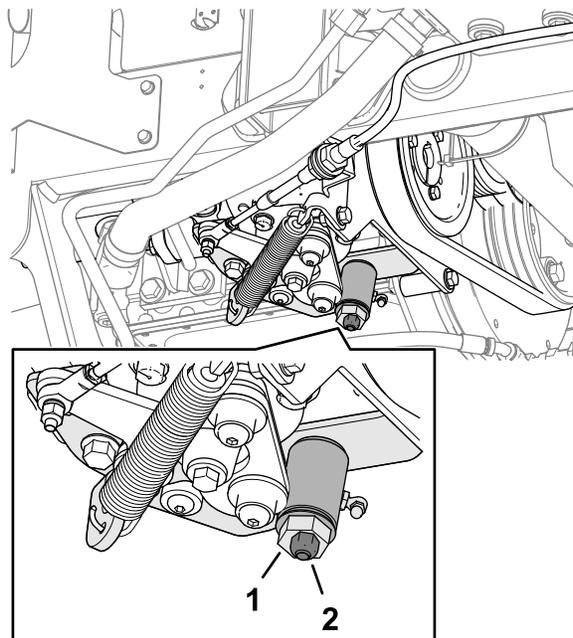

Рисунок 79
3. Ослабьте контргайку на кулачке регулировки тяги (Рисунок 79).